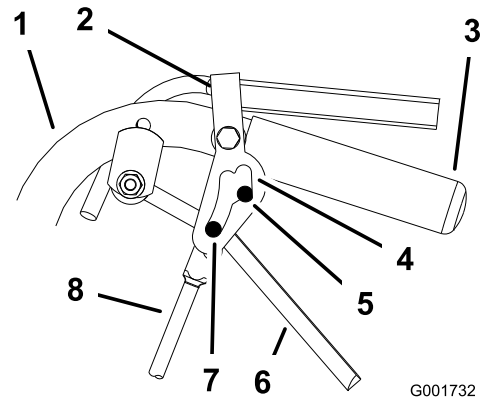

Bild 38
5. Lösen und aktivieren Sie die Neutral-Stellung und stellen Sie sicher, dass sich der Reifen nicht dreht (Bild 38). Tun Sie dies, bis sich der Reifen nicht mehr dreht.